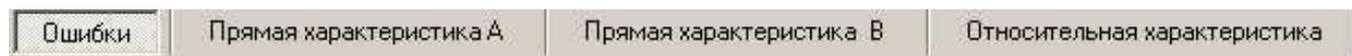

Рисунок 37
1) в верхней части окна расположена панель управления параметрами графика (См. рисунок 37);